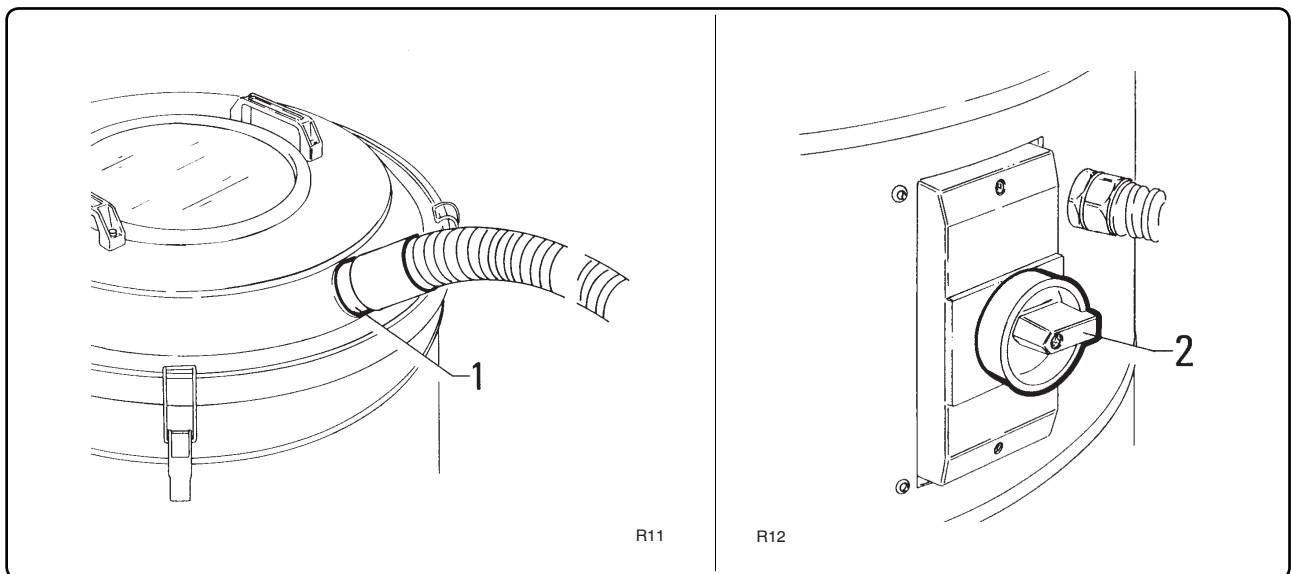

Fig. 6.2.1
**6.3 - Arresto (fig. 6.2.1)**
**6.3 - Stopping (fig. 6.2.1)**
**6.3 - Arrêt (fig. 6.2.1)**
**6.3 - Ausschalten (Abb. 6.2.1)**